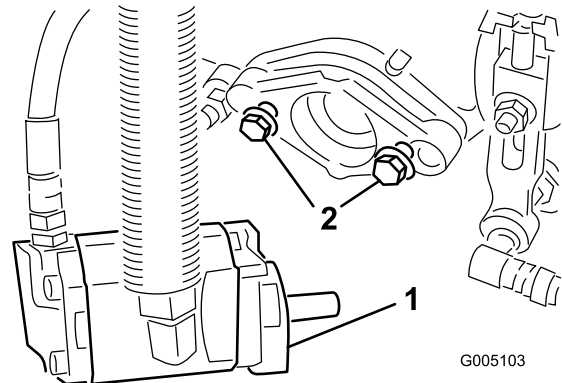

Bild 10
6. Lassen Sie ungefähr 13 mm Gewinde an jedem Befestigungsbolzen des Spindelmotors sichtbar (**Bild 10**).
8. **Ziehen Sie die Befestigungsschrauben fest (Bild 10).**